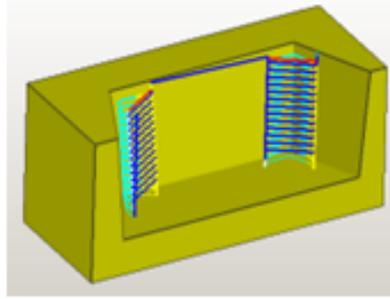

图3-14 深度优先。
- ⊕ **【深度优先】：**加工时首先考虑以深度往下加工，这种加工方式的特点是空刀较少，加工效率高，如图 3-14 所示。↵